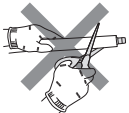

Figure 1
- Ne coupez pas le tuyau de vidange de l'unité. (Figure 1)